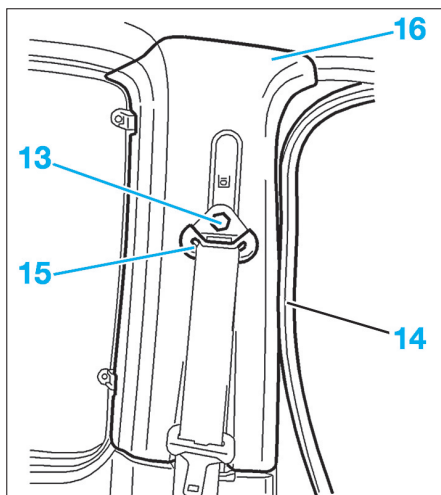

FIG. 59
- la vis de fixation (13) (Fig.59),
- partiellement, le joint de porte (14),
- partiellement, la ceinture (15),
- la garniture (16),